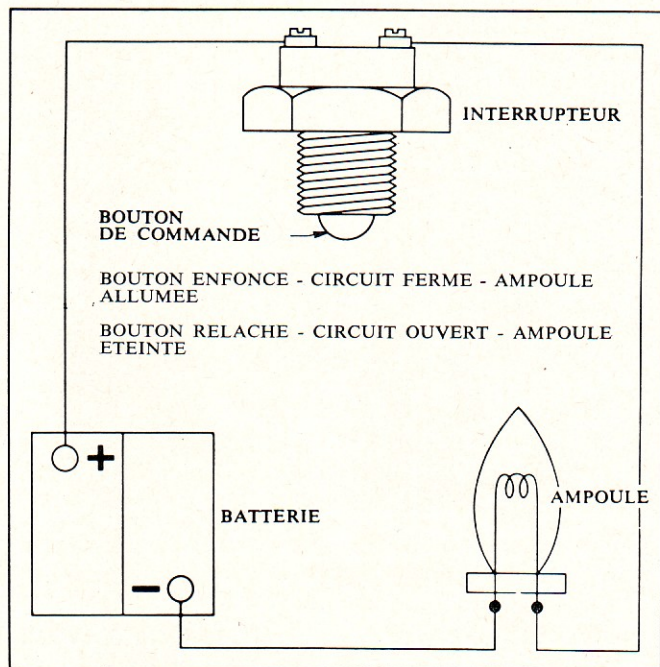

Figure 5: Circuit d'essai de l'interrupteur de sécurité
1. A l'aide d'une ampoule d'essai, de fils et d'une batterie adéquats (fig. 5), contrôler le fonctionnement correct de l'interrupteur de sécurité du démarreur en enfonçant le bouton de commande qui doit fermer le circuit et allumer l'ampoule. Cette dernière doit s'éteindre lorsque l'on relâche le bouton. Si l'interrupteur est défectueux, le renouveler.